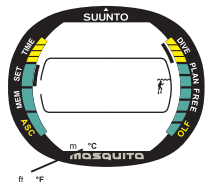

Fig. 4.16. Réglage des unités métrique/impérial.
2. Attendez 2 secondes pour que le mode réglage s'active automatiquement. Le secteur d'altitude clignote (Fig. 4.16).